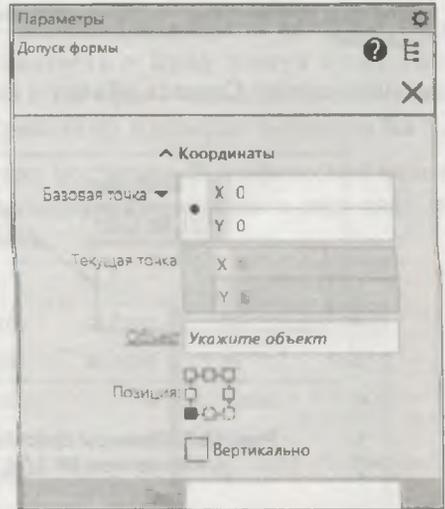

Рис. 13.9. Панель Параметры: Допуск формы
- ◆ укажите объект для простановки допуска. Название выбранного объекта появится в поле **Объект** на панели **Параметры: Допуск формы** (рис. 13.9). На экране рядом с курсором появился фантом таблицы допуска с четырьмя ячейками (по умолчанию) для ввода надписей. Рассмотрим последовательность ввода надписи в каждую ячейку.